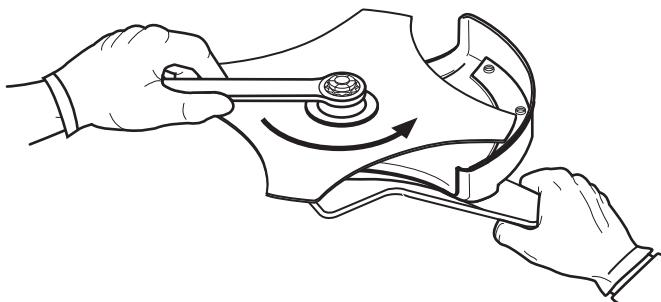

Fig. 17
- Ajuste la tuerca en sentido contrario a las agujas del reloj con una llave de tuercas (Fig. 17):